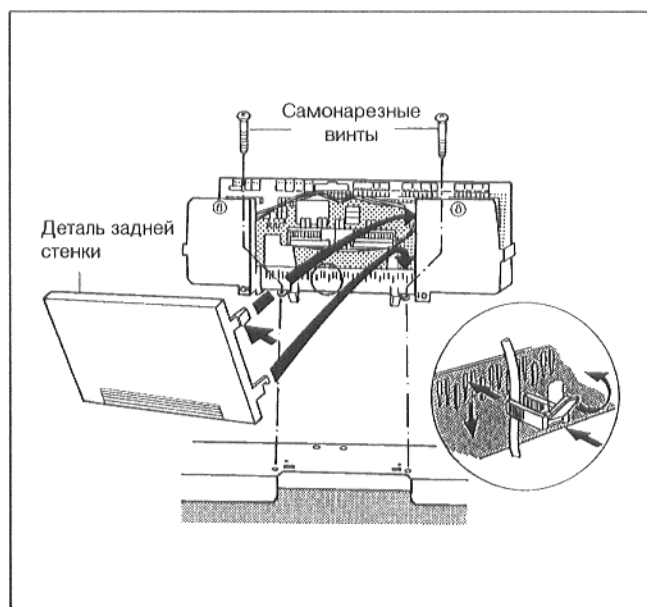

Рис. 20
- Привинтить цоколь устройства регулирования сзади справа и слева 2 самонарезными винтами к переднему кожуху котла (Рис. 20).
- Все линии необходимо закрепить посредством кабельных зажимов: Вставить кабельный зажим с вложенной линией сверху в прорезь фиксирующей рамки; лапка рычага при этом должна быть направлена вверх. Подсунуть кабельный зажим и прижать. Переместить рычаг вверх (Рис. 20).
- Вставить оба нижних крюка справа и слева на детали задней стенки шлицом в верхнюю кромку зажимного каркаса (Рис. 20).
- Слегка прижать оба верхних эластичных вставных крюка внутрь (стрелка) и вставить деталь задней стенки таким образом, чтобы обеспечить фиксацию обоих крюков (Рис. 20).